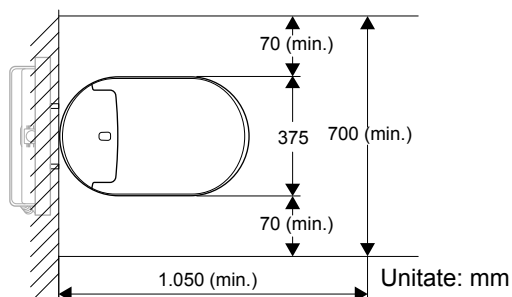

Figura 1
**Pentru a vedea distanța minimă necesară pentru instalare, consultați Figura 1.**